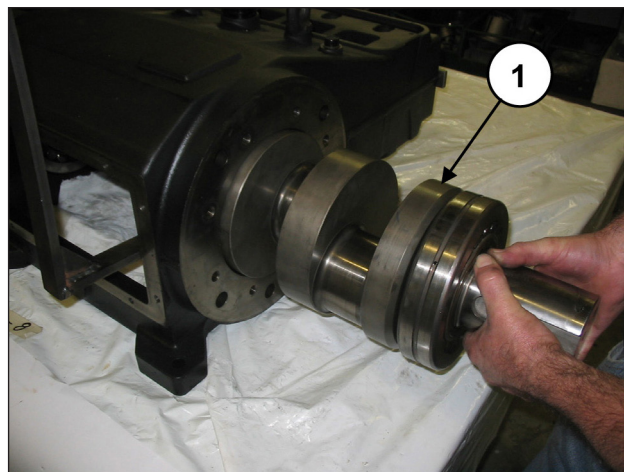
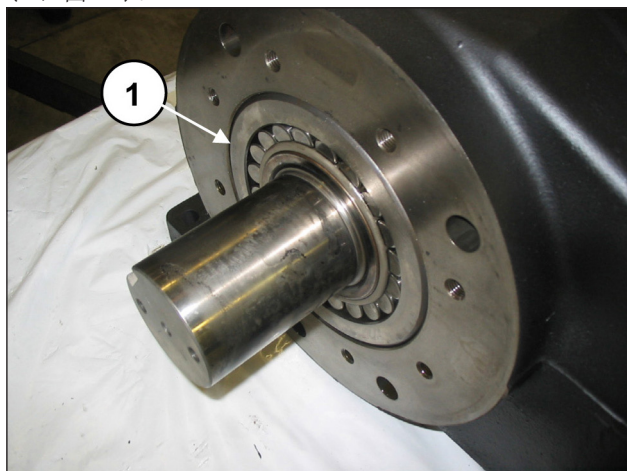

图 30
图 44
抽出轴和轴承(位置①, 图 30)。
插入轴(①, 图 30), 直至预装轴承直至与曲轴箱边缘齐平(①, 图 44)。